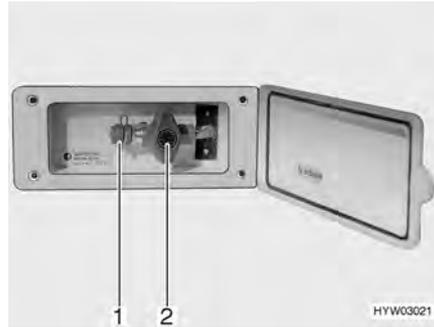

Fig. 91 Toma exterior de gas, válvula de paso de gas cerrada
La toma externa de gas (Fig. 91) está, en función del modelo, en la parte trasera o en el lado izquierdo o derecho del vehículo.
- Conectar el aparato de gas externo en el punto de conexión (Fig. 91,1).
- Abrir la válvula de paso de gas (Fig. 91,2).